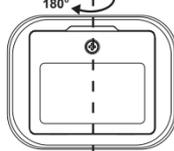

Abbildung 2
d. Drehen Sie das Gerät an derselben Stelle nun um 180° (siehe Abbildung 2), drücken Sie dann die Taste MODE. "CAL 2" blinkt mehrmals im Display.